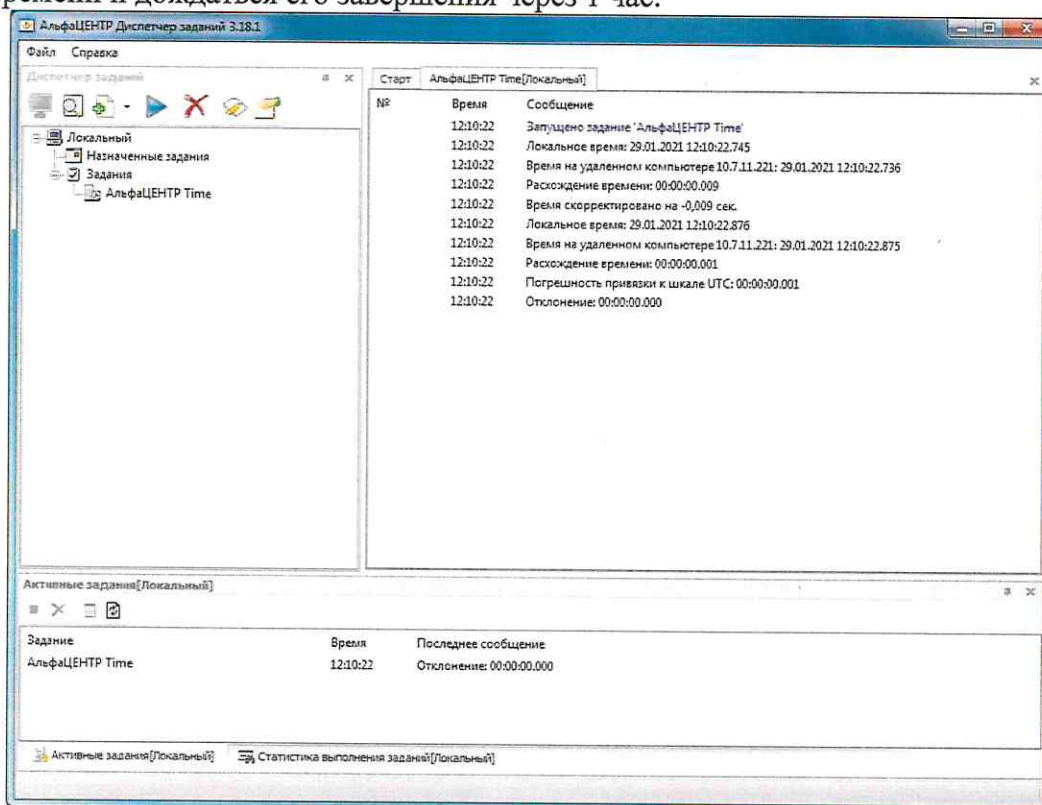

Рисунок 5
8.9 Выполнить созданное задание. Для этого выделить задание в дереве заданий и нажать кнопку «Выполнить». Убедиться в успешном запуске задания (рисунок 5), подключении к серверу времени и дождаться его завершения через 1 час.